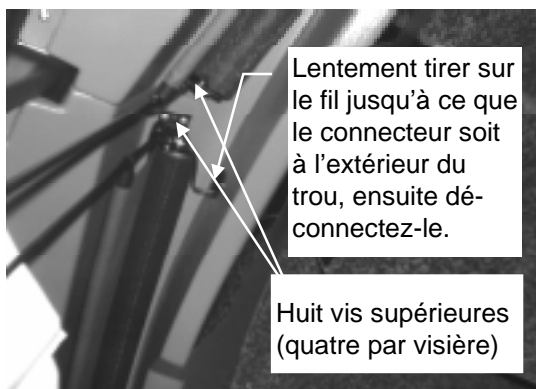

FIGURE 1
1. Compléter les étapes suivantes pour enlever les deux (2) visières:
- a. Si des visières électriques sont installées, débrancher les deux connecteurs électriques (Fig. 1).
- c. Enlever les huit (8) vis supérieures (Fig. 1).